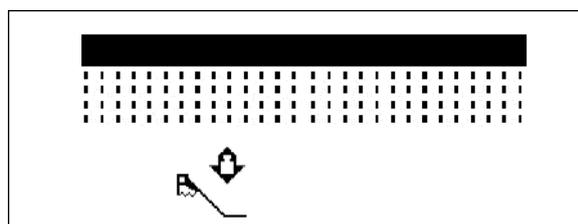

Fig. 48
1.  Présélectionnez la pression d'enterrage des socs (Fig. 48).
1.  Présélectionnez la pression socs/recouvreur (Fig. 48).